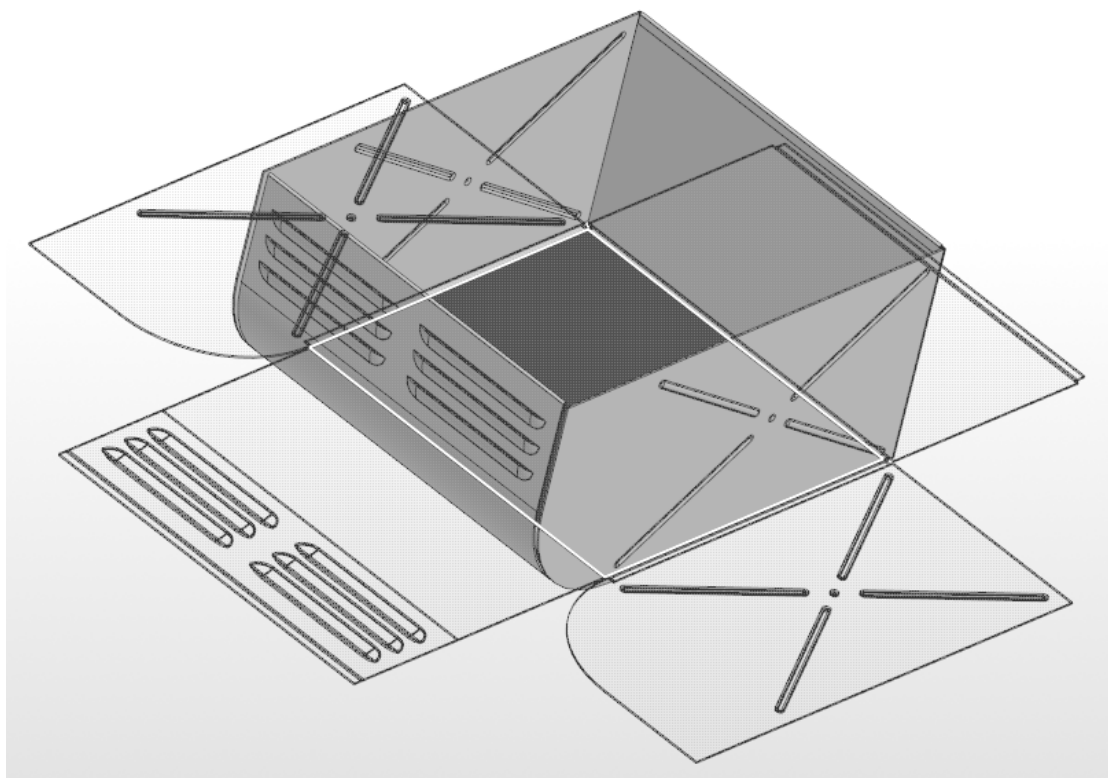

Рис. 9.12. Фантом развертки листовой детали «Кожух»
11. Для создания развертки листового тела необходимо выполнить последовательность команд «**Моделирование** → **Листовое моделирование** → **Развернуть**». Укажите грань, которая будет оставаться неподвижной. После нажатия кнопки «**Создать объект**» и кнопки «**Развертка**»  будет сформирован фантом развертки листовой детали (рис. 9.12).